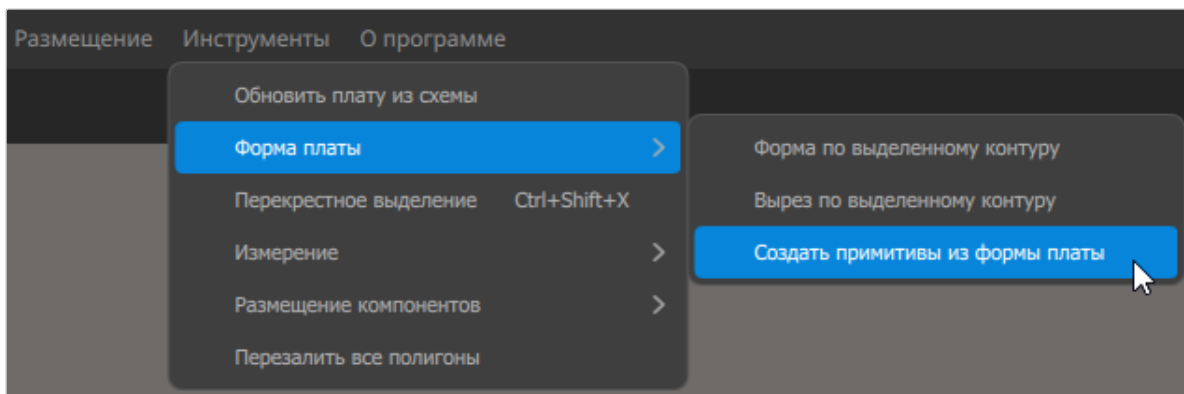

Рисунок 214. Команда меню «Создать примитивы из формы платы»
- 2) Вызвать инструмент из адаптивного меню *Инструменты* → *Форма платы* → *Создать примитивы из формы платы* (см. рисунок 214).